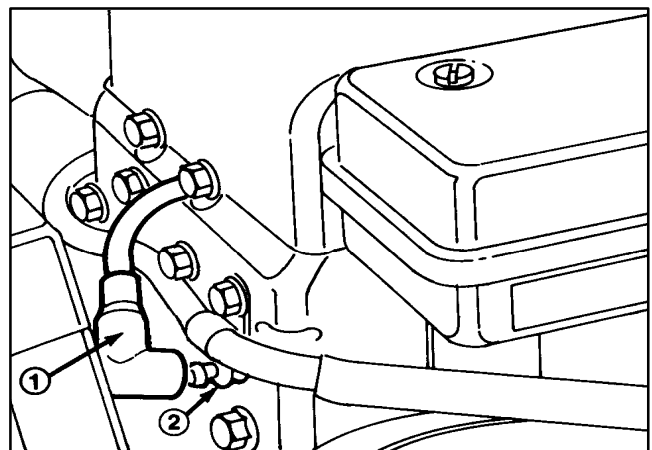

Abbildung 16
2. Den Zündkerzenstecker von der Kerze abziehen und die Zündkerze aus dem Zylinderkopf entfernen (Abb. 16).